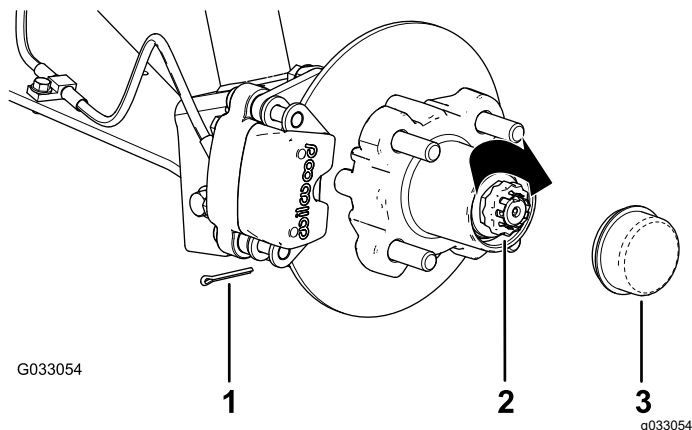

図 31
- ナットの上からリテーナを取り付け、リテーナのスロットとスピンドルのスロットが整列しているかどうか確かめる 図 31。
- コッターピンを取り付け、ピンの足をリテーナに巻き付けるように曲げる 図 31。
- ハブにダストキャップを取り付ける 図 31。